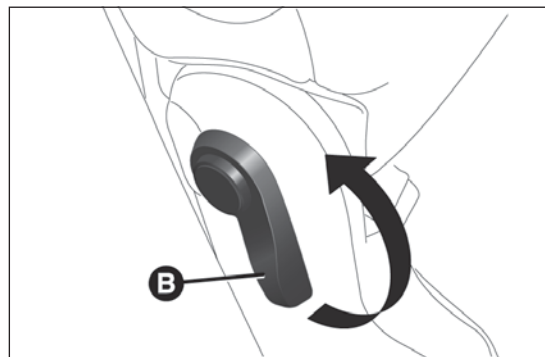

fig. 88
- ☐ sollevare la leva B fig. 88 per ribaltare lo schienale (vedere fig. 89).
Per riportare lo schienale nella posizione di normale utilizzo, sollevare la leva B fig. 88 e successivamente sollevare lo schienale verso l'alto.
Per riportare lo schienale nella posizione di normale utilizzo, sollevare la leva B fig. 88 e successivamente sollevare lo schienale verso l'alto fino a raggiungere la posizione di aggancio verticale.